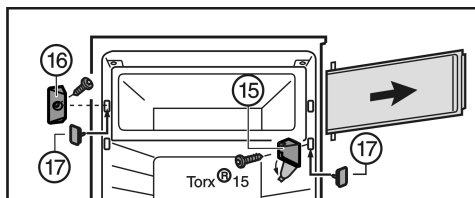

Fig. 7
- Zasukajte pokrov na ležajnem podstavku Fig. 7 (15).
- Odvijte ležajni podstavek Fig. 7 (15) z vrati predala.
- Odvijte zapiralo Fig. 7 (16).
- Nastale luknje zaprite s priloženimi čepi Fig. 7 (17).